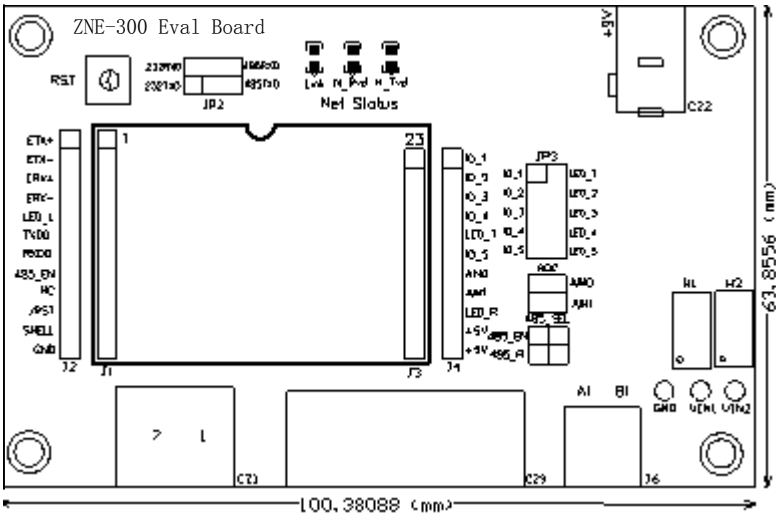

图 2.8 评估板与 ZNE-100TL 的连接方式
- 最后介绍的是评估板与 ZNE-100TL 模块的连接。如图 2.8 所示，首先观察模块的引出管脚的 1 脚的位置，然后在评估板上找出插座的 1 脚的地方，对应插紧即可。因为模块的引出管脚一排是 12 脚一排是 11 脚，而评估板上的连接座同样也是一排是 12 脚一排是 11 脚，所以不容易插错或插反。**注意！如果插上模块上电后，模块上的电源灯不亮请马上拔掉电源，检测是否接错。**